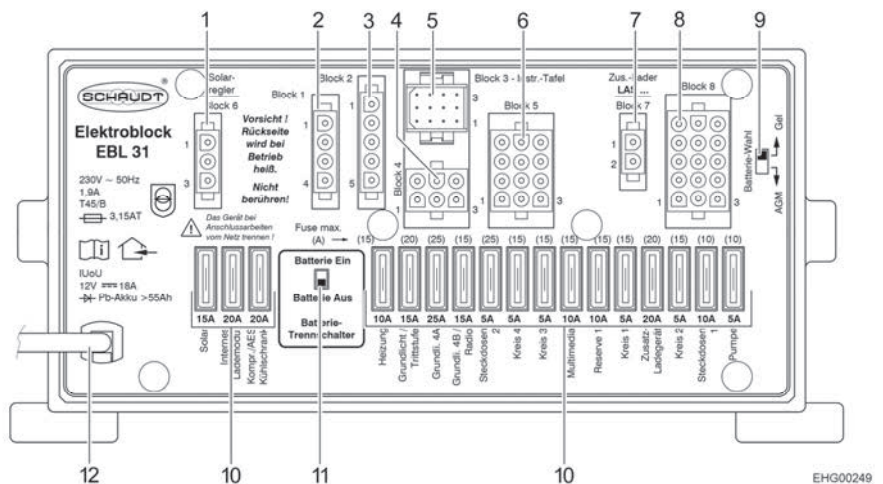

Fig. 99 Centralina elettrica (EBL 31)
- ▷ Per staccare tutte le utenze elettriche a 12 V dall'alimentazione di tensione ed evitare che la batteria dell'abitacolo si scarichi, posizionare l'interruttore staccabatteria (Fig. 99,11) sulla centralina elettrica su "Batterie Aus" (batteria Off).
- ▷ Le utenze come il blocco elettrico stesso, il pannello, il riscaldamento, il regolatore di carica del pannello solare (se presente) e altri apparecchi consumano una ridotta corrente in standby, quindi col passare del tempo scaricano la batteria dell'abitacolo. Per questo motivo posizionare l'interruttore staccabatteria (**Fig. 99,11**) sulla centralina elettrica su "Batterie Aus" (batteria Off) quando il veicolo non viene utilizzato per lungo tempo.